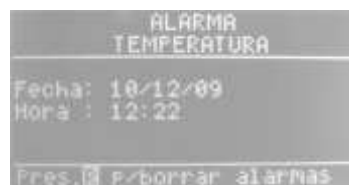

Fig.14
Al presionar la tecla R (fig.1 (4)) una vez, aparecerá el display de ALARMA TEMPERATURA, indicando la fecha y la hora en que se produjo el primer desfasaje de temperatura (fig.14).